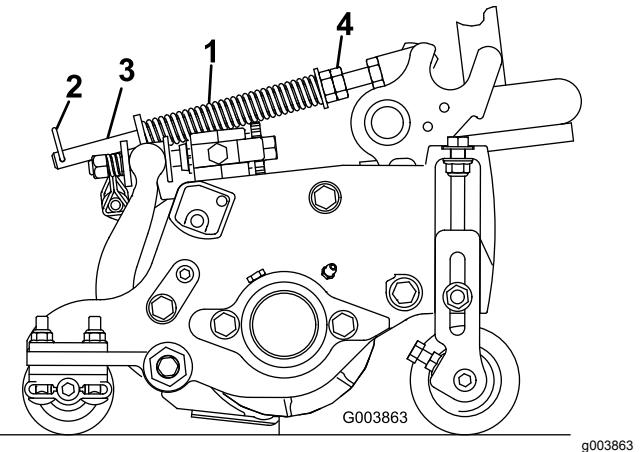

Figura 15
2. Serrate i dadi esagonali sulla parte anteriore dell'asta della molla fino a ridurre la lunghezza compressa della molla a 12,7 cm sugli apparati di taglio da 12,7 cm del Reelmaster 5410, oppure a 15,9 cm sugli apparati da 17,8 cm del Reelmaster 5510 (Figura 15).
La molla di compensazione del manto erboso (Figura 15) trasferisce il peso dal cilindro anteriore al cilindro posteriore, per contribuire a ridurre l'ondulazione del manto erboso, detta anche fluttuazione o bobbing.
1. Verificate che la coppia sia montata nel foro posteriore dell'asta della molla (Figura 15).